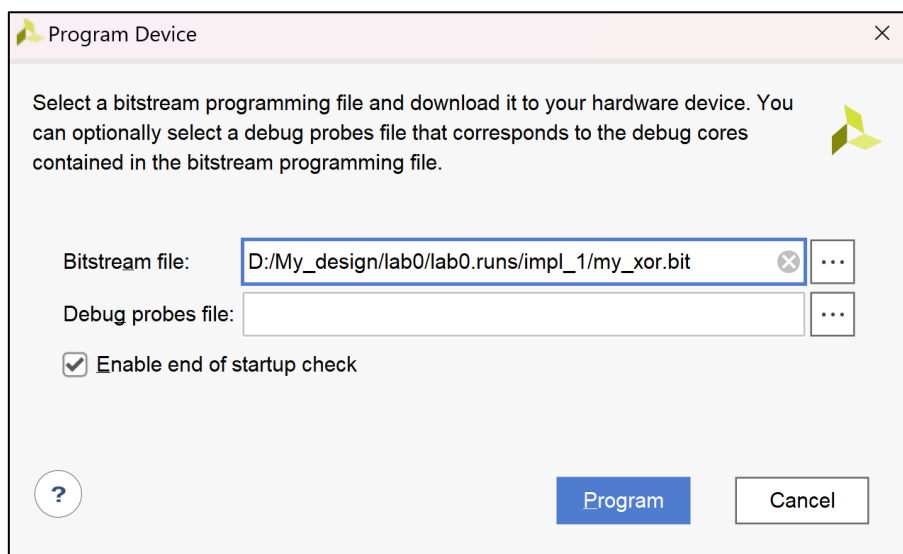

图0.37 芯片编程文件确认对话框
(3) 下载bit文件。在目标的FPGA器件xc7a100t上用鼠标右击，选择Program Device...菜单或者在流程导航窗口中的Open Hardware Manager中点击Program Device菜单，将弹出芯片编程文件确认对话框，指定所需的bit文件路径，如图0.37所示。